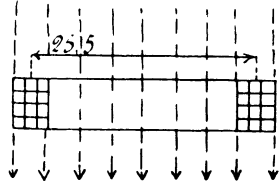

Fig. 54.
174. Eine Spule hat 150 [200] (350) Windungen, deren mittlerer Durchmesser 25,5 [35] (50) cm beträgt. Dieselbe wird vertikal so aufgestellt, daß die Ebene der Windungen von Osten nach Westen zeigt. Welche Elektrizitätsmenge wird in dem geschlossenen Stromkreise von 20 [40] (60) Ω Widerstand bei einer Drehung der Spule um 180° erzeugt, wenn die Horizontalkomponente H_e des Erdmagnetismus für den Aufstellungsort den Wert 0,2 [0,193] (0,19) besitzt? (Fig. 54.)